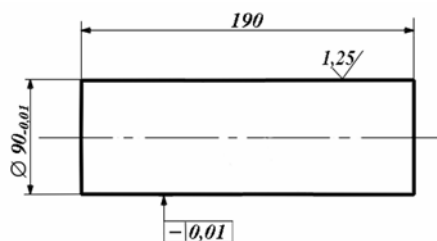

Рис. 4.47. Специальная оправка № 2
- установить в гнезда картера редуктора под подшипники дифференциала специальную оправку № 2 (рис.4.47), установить и закрепить крышки подшипников дифференциала;